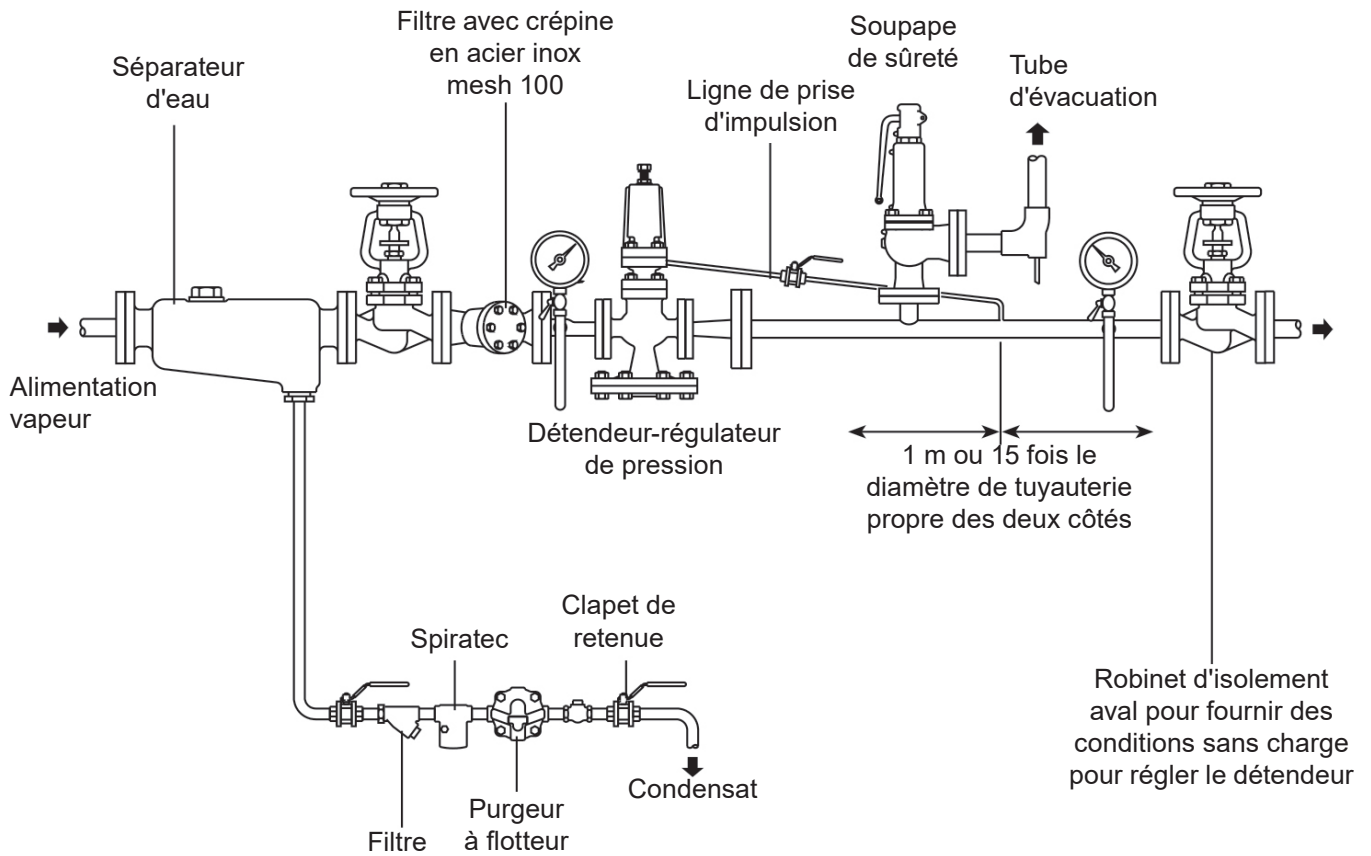
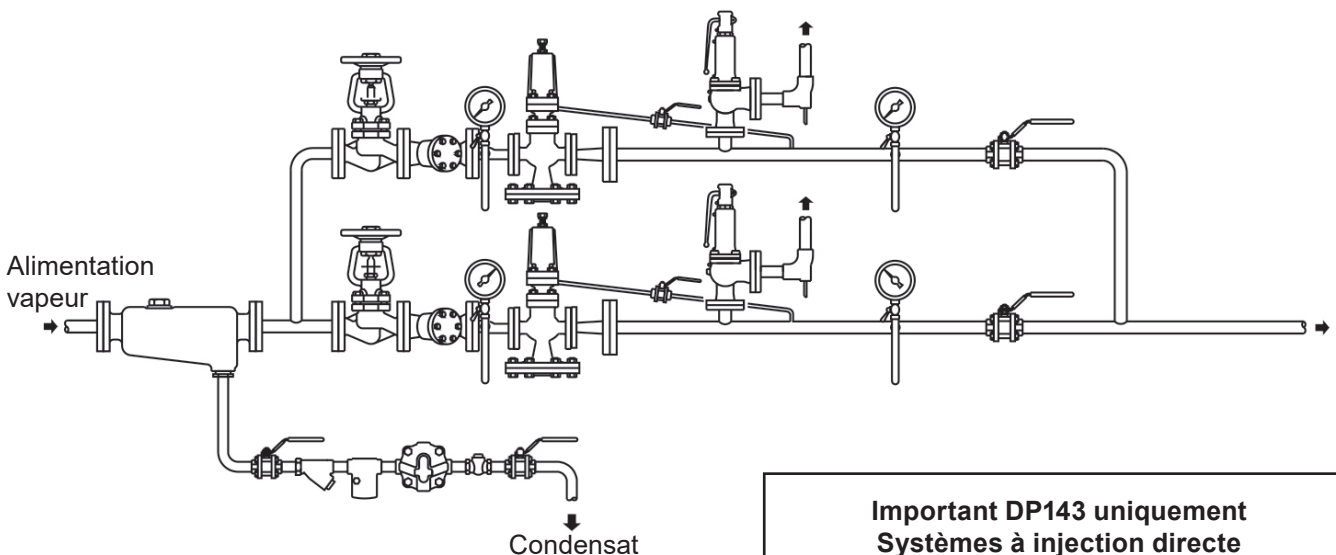

Fig. 2 Installation recommandée
Fig. 3
3.1 Fourniture (Fig. 2)
3.2 Montage (Fig. 2 et Fig. 3)